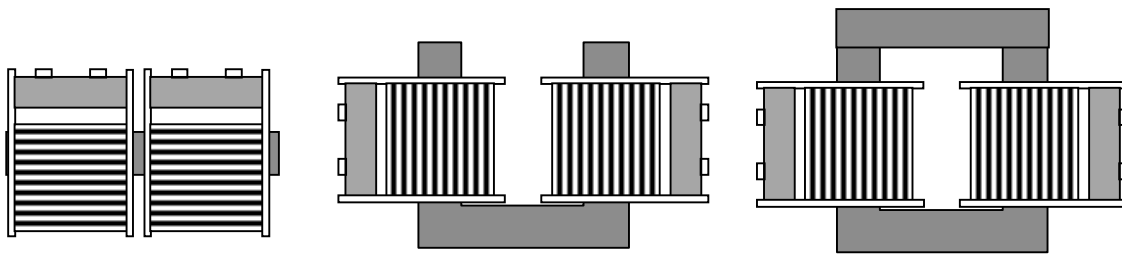

FIGURA 10.2. Diferentes configuraciones de núcleos
- Repita el paso 2 para varios tipos de núcleo de núcleo (Ver figura 10.2)